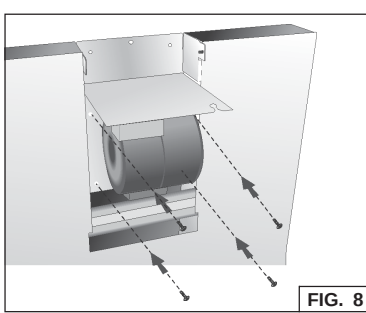

FIG. 8
- utiliser les mêmes vis pour fixer le bloc moteur dans la nouvelle position (Fig. 8).